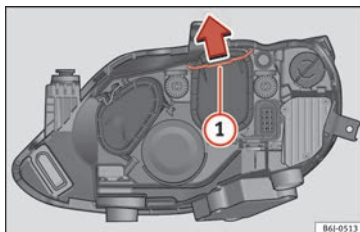

Fig. 96 Faro doble.
- Desplace el tirante » fig. 96 ① en el sentido de la flecha y saque la tapa.